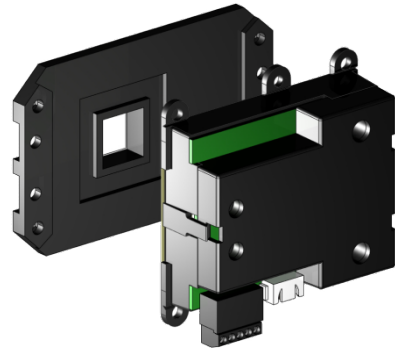

Abb. 9: Kamera auf Adapter aufkleben
- ▶ Entfernen Sie das Schutzpapier vom doppelseitigen Klebeband (Abb. 9).